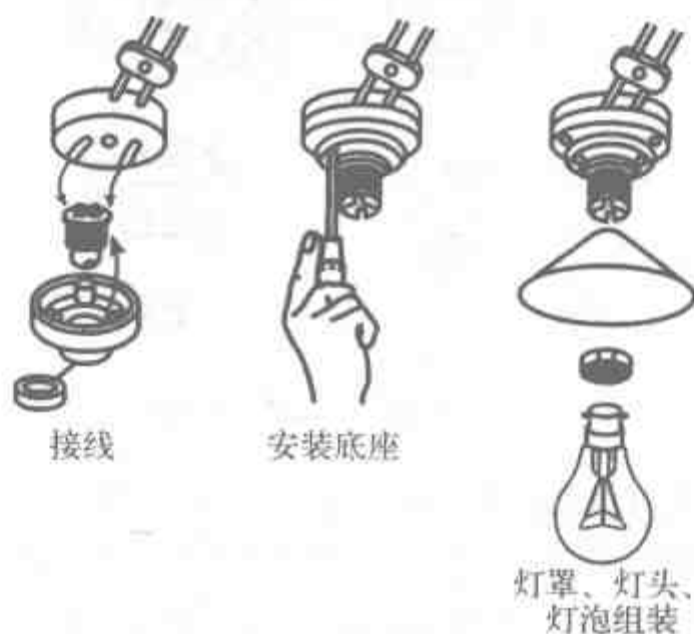

图4-18 卡口矮脚式电灯的安装
(1) 卡口矮脚式电灯的安装。卡口矮脚式电灯的安装方法和步骤如图4-18所示。